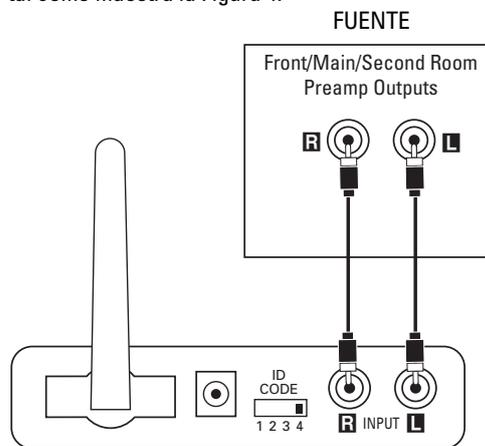

Figura 4.
Paso 1. Conecte el cable de interconexión (incluido) entre las salidas preamplificadas principales/frontales (o las salidas de zona 2 o las salidas de grabación REC) y las entradas del módulo transmisor ⑬, tal como muestra la Figura 4.